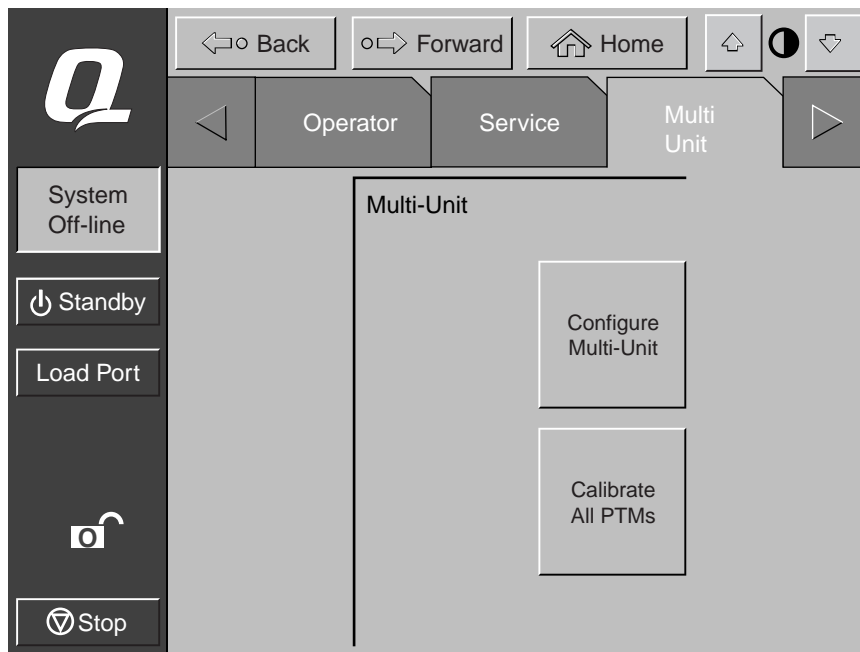

Figura 3-6. Pantalla Calibrate All PTMs (Calibrar Todos los PTM)
1. En la ficha Multi Unit (Multiunidades), pulse el botón **Calibrate all PTMs** (Calibrar todos los PTM) (consulte la Figura 3-6). Todos los PTM en todas las bibliotecas se calibran automáticamente.